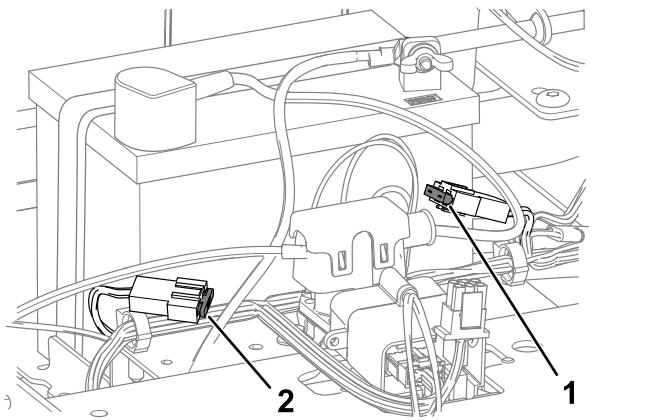

Figura 51
4. Pentru a înlocui o sigurană, trageți sigurana pentru a o îndepărta (Figura 51).